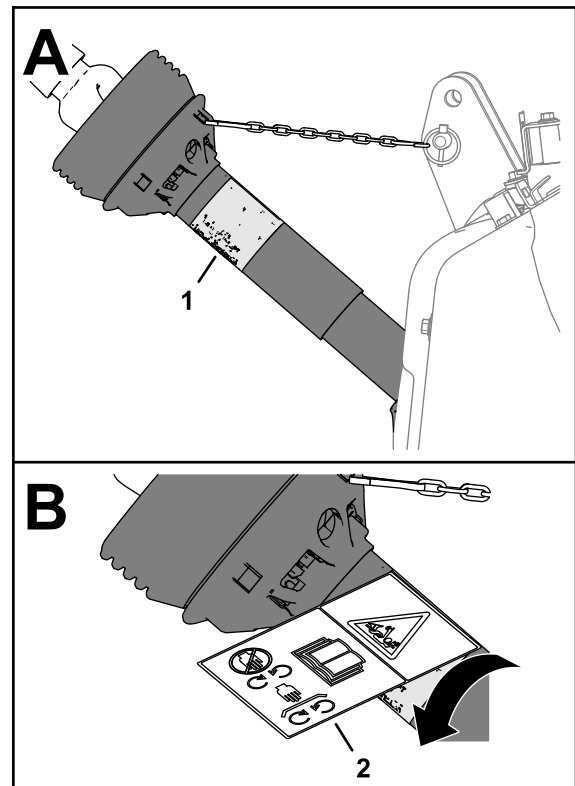

Figure 19
1. Faites tourner la protection de l'arbre pour accéder à l'autocollant d'avertissement de coincement existant (Figure 19).
- Appelez l'autocollant d'avertissement de coincement CE sur l'autocollant existant (Figure 19).